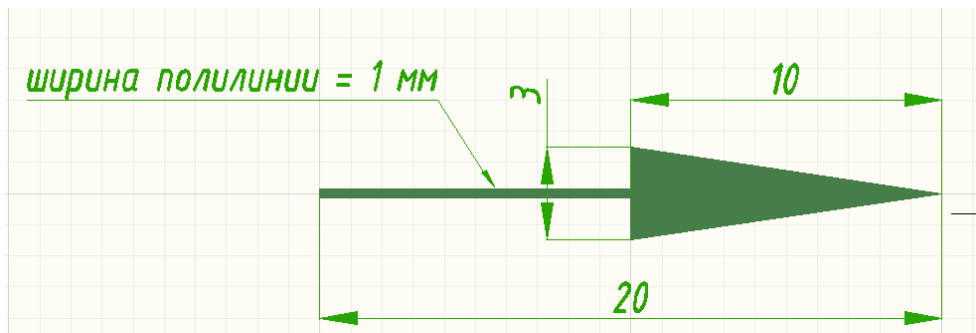

Рисунок 9.2
– КЛК в точке (30,70) (рис. 9.2, 9.3).